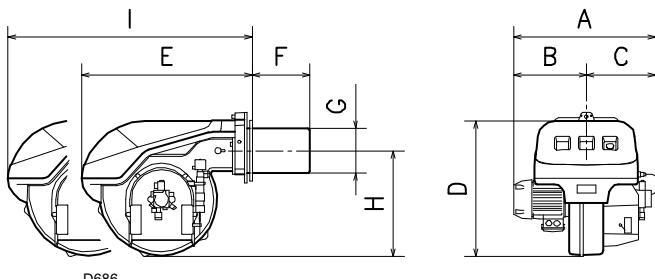

Fig. 2
4.3.2 Encombrement (Fig. 2) - mesures indicatives
L'encombrement du brûleur est indiqué dans Fig. 2.